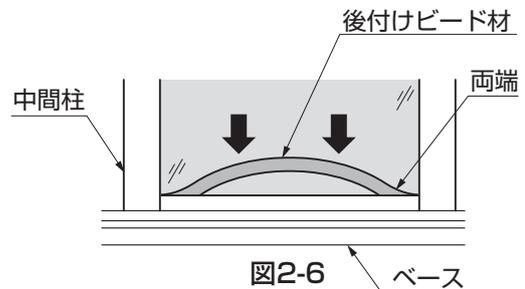

図2-6
- 後付けビード材を取付ける際は、図2-6のように取付ける面の中心部分をたるませた状態で、両端部分および中間の1~2箇所を先に押し込み、図2-7のようにたるみ部分の中心から広げるように押し込んでいきます。